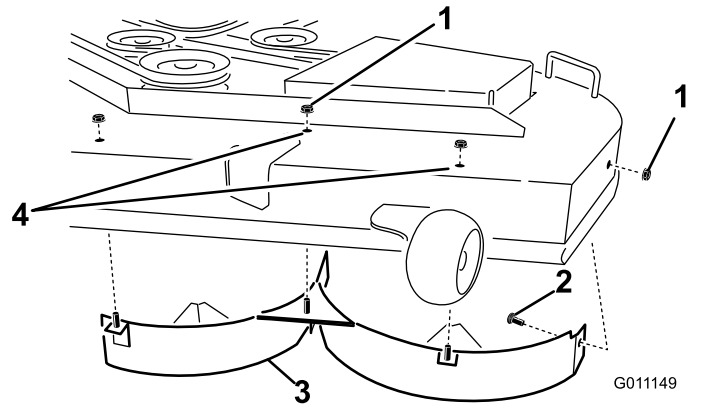

Рисунок 28
4. Отверните 2 контргайки (5/16 дюйма) от приваренных стержней левого дефлектора в верхней части деки газонокосилки в среднем положении и слева от среднего положения (Рисунок 28).
6. Снимите левый дефлектор с деки газонокосилки, как показано на Рисунок 28.